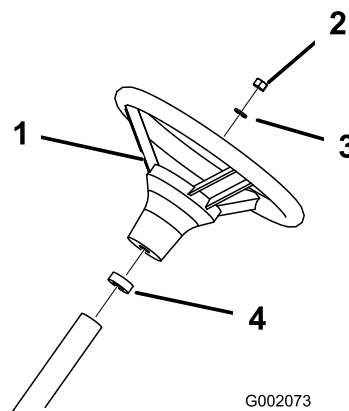

Figura 4
3. Fissate il volante sul piantone usando il dado (Figura 4). Serrate i dadi ad un valore di 24-29 Nm.